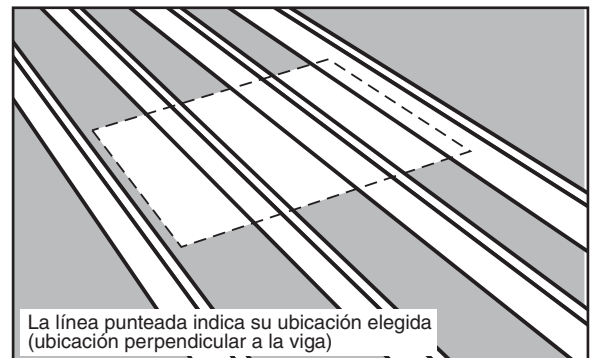

FIGURA 8
- B. Si la ubicación elegida es perpendicular a las vigas, marque el ancho de la abertura preliminar en la parte superior de las vigas (Vea la Figura 8). No corte la viga en esta marca.